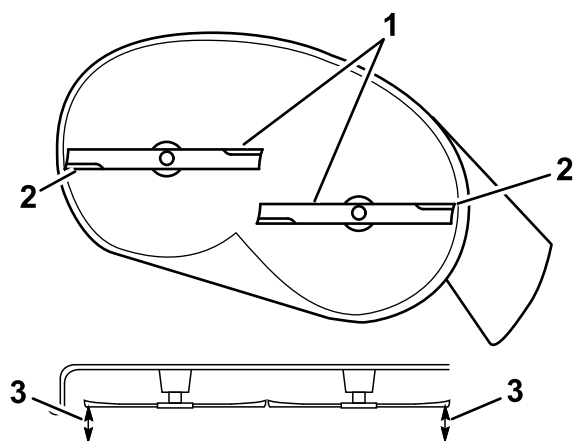

Figura 65
5. Misurate la distanza tra i taglienti esterni e la superficie piana (Figura 65).